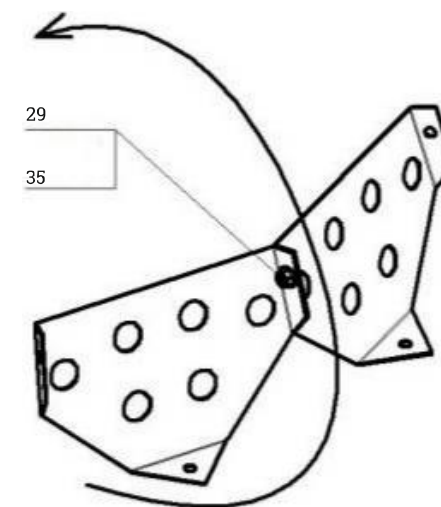

Рис. 16. Сборные лопасти
Возможна комплектация бетоносмесителя сборными лопастями (рис. 16).
В этом случае необходимо две полулопасти скрепить между собой болтом (35) и гайкой (29). После установить в бетоносмеситель по направлению вращения емкости (указано на рис. 16 стрелкой) с помощью болтов (21), шайб (14) и гаек (29).